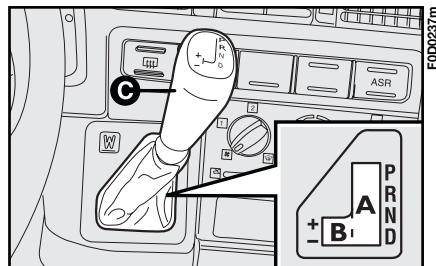

Abb. 4
Eine hauptsächliche Eigenschaft dieses Getriebes ist die Möglichkeit, es sowohl als Automatikgetriebe als auch im elektronisch gesteuerten Handbetrieb zu benutzen. Die Auswahl der Betriebsart erfolgt durch Verstellung des Ganghebels in den rechten Sektor **A**, **Abb. 4** (Automatikgetriebe) oder auf den linken Sektor **B** (elektronisch gesteuerter Handbetrieb).
Für den Automatikbetrieb den Ganghebel auf den rechten Sektor **A**, **Abb. 4** in eine der vier Stellungen verlagern:
Um ungewollte Einlegung von Gängen zu vermeiden, ist die Verlagerung des Ganghebels auf **P** nur nach Druck auf die Taste **C**, **Abb. 4** möglich.
**ZUR BEACHTUNG** Die Verlagerung des Hebels aus der Stellung **P** kann nur nach Druck auf die Taste **C**, **Abb. 4** bei gedrücktem Bremspedal erfolgen.
Um ungewolltes Einlegen der Gänge zu vermeiden, kann die Verlagerung des Hebels auf diese Stellung nur nach Druck der Taste **C**, **Abb. 4** erfolgen.
Für den elektronisch gesteuerten Handbetrieb den Hebel auf den linken Sektor **B**, **Abb. 4** mit zwei Positionen bringen: